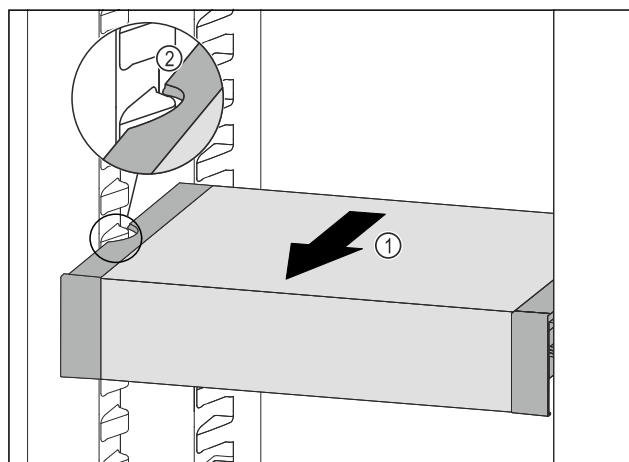

Fig. 151
- ▶ VarioSafe pociągnąć w przód Fig. 151 (1), aż boczne wycięcia szuflady VarioSafe będą się znajdować na wysokości żeber pojemnika w chłodziarce. Fig. 151 (2)